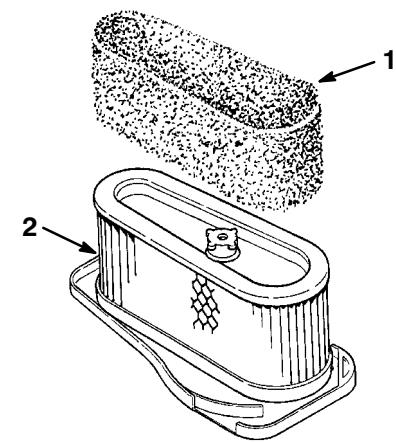

Abbildung 30
4. Den Schaumstoffeinsatz vorsichtig vom Papiereinsatz herunterschieben (Abb. 30).
1. Den Schaumstoffeinsatz vorsichtig auf den Papiereinsatz schieben (Abb. 30).